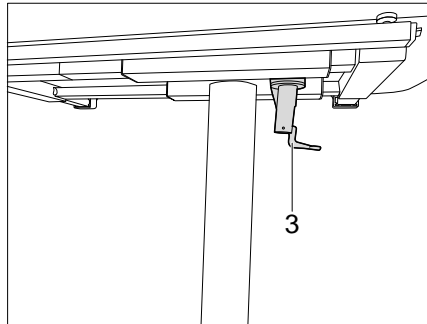

Bild 117 Klapptisch verriegeln
- Den Verriegelungshebel (Bild 117,3) nach rechts schwenken. Der Hubtisch ist verriegelt und kann nicht mehr verschoben werden.